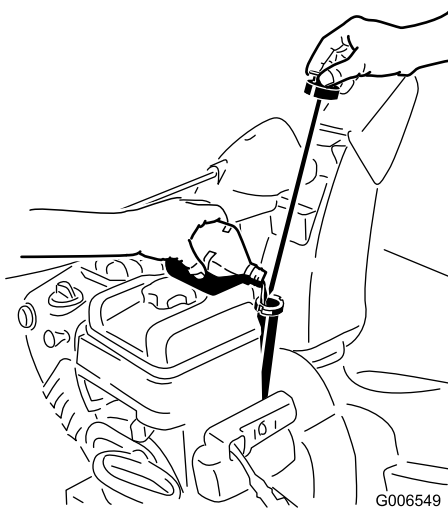

Рисунок 32
2. Выньте щуп и проверьте уровень масла (Рисунок 32). Если уровень масла находится ниже отметки Add (Добавить), то добавьте масла в двигатель. См. Раздел «Заправка двигателя маслом».